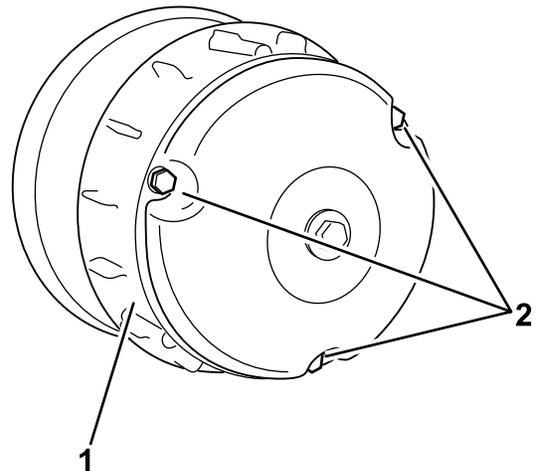

Figura 69
2. Retire os 3 parafusos que fixam a tampa à embraiagem e retire a tampa (Figura 69).
4. Coloque a tampa da embraiagem e fixe-a com os 3 parafusos (Figura 69) que retirou em 2.